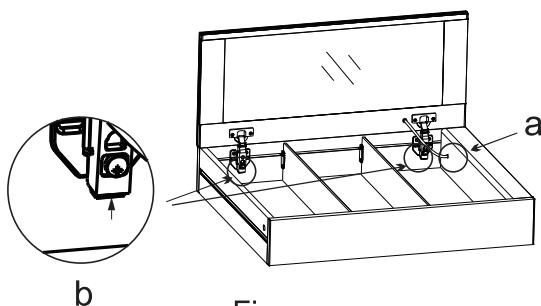

Fig.12
4.1.Afloje la tuerca de plástico y saque el cable (a), sujete la base de las dos tapas de las bisagras (b), retire la puerta del retrovisor.Fig.12